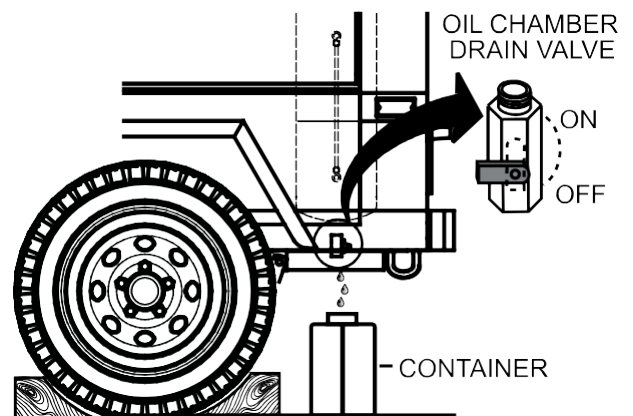

Рисунок 14. Дренаж масляной камеры
1. Поместите сливной поддон/контейнер под сливной клапан масляной камеры (со стороны улицы), как показано на рис. 14.
2. Слегка приоткройте сливной клапан масляной камеры (Рисунок 14) и дайте содержимому вытечь (слить), пока не станет видно масло. Как только масло станет видно, немедленно закройте сливной кран.